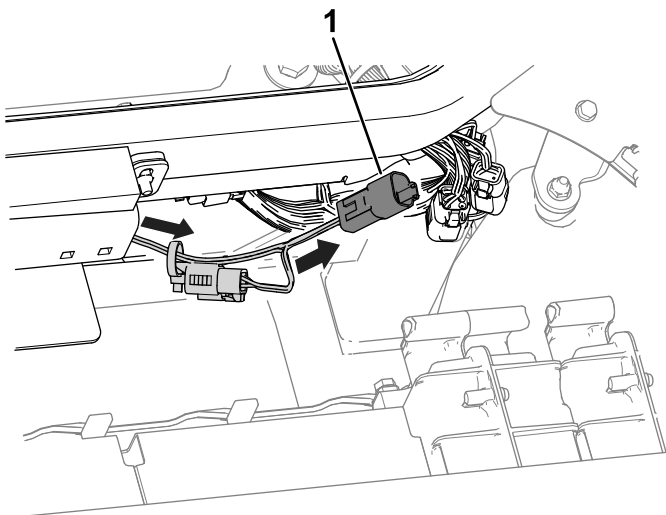

Figura 5
5. Levante o capot e encaminhe a perna da cablagem (Figura 5) em direção aos conectores acima da tampa do depósito hidráulico e ligue-a ao conector da cablagem da máquina identificado com DRIVING LIGHT KIT POWER.